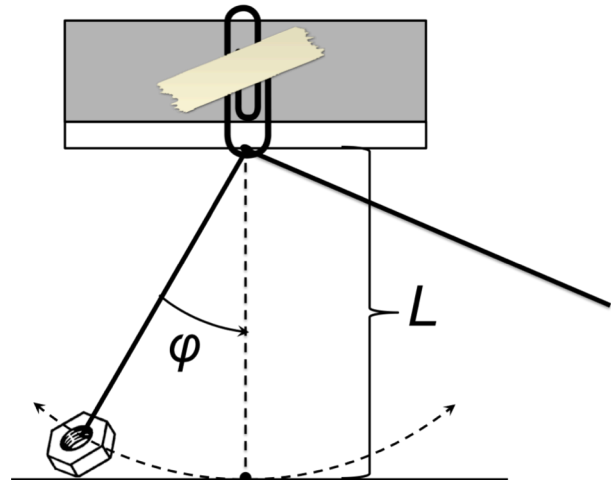

Abbildung 3 Das Pendel am Türrahmen
- Als stabiler Aufhängepunkt eignet sich eine große Büroklammer, die ihr z. B. mit festem Klebeband an den Querbalken eines Türrahmens klebt (Abbildung 3). Die Pendellänge wird dann einfach durch Nachlassen oder Anziehen des Fadens variiert. Achtet darauf, dass die Pendelbewegung möglichst senkrecht zum Büroklammerdraht erfolgt, sonst dreht sich die Pendelebene.